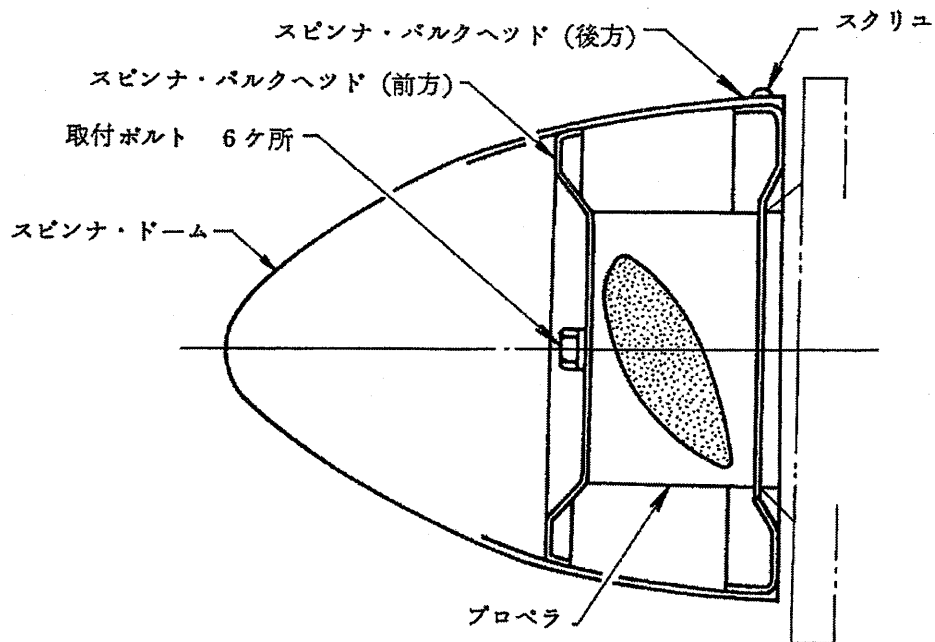

図5-1 固定ピッチ・プロペラ FA-200-160
5-2-2 固定ピッチ・プロペラの取り付け（図 5-1 参照）
- (1) プロペラおよびエンジンのプロペラ取り付けフランジの表面を清掃する。
- (2) 図 5-1 に示すように、プロペラおよびスピナバルクヘッド（前方および後方）の配置を定め、プロペラ取り付けボルトを取り付ける。
- (3) エンジンのプロペラ取り付けフランジにプロペラを取り付け、ボルトを締める。
- (4) ボルトの締め付けトルクは 300 ± 10 IN-LBS である。
- (5) ボルトに安全線をかけ、スピナドームを取り付ける。